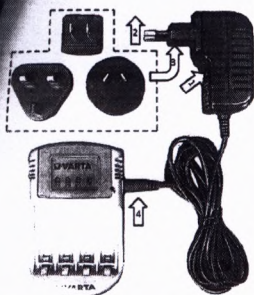

Рис. 3-2 Замена вилки адаптера, подключение зарядного устройства
- нажмите и удерживайте кнопку, расположенную ниже вилки (1, Рис. 3-2);